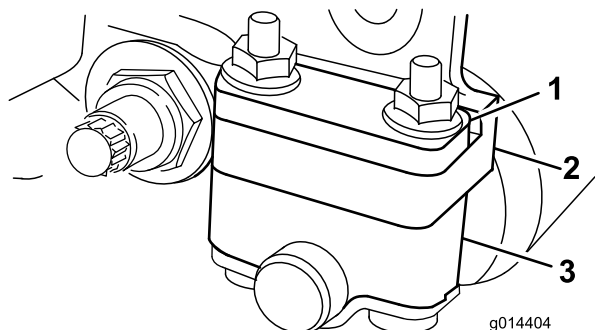
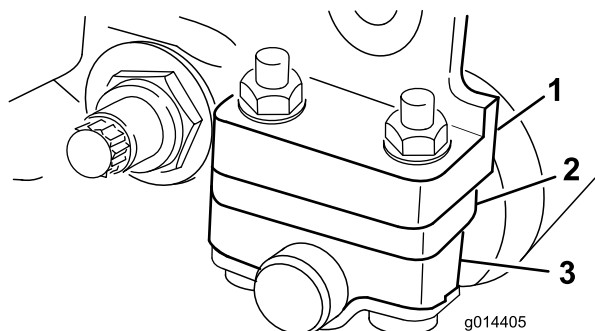

図 12
図 13
1. 使用する刈高範囲に合わせて後ローラブラケット図 12または図 13の取り付け位置を上位置または下位置に変更する。
刈高 1.6 - 6.4 mm の場合 スペーサをサイドプレート取り付けフランジの上にセット出荷時の設定する(図 12)。
刈高範囲が 3 - 25.4 mm の場合 スペーサを取り付けフランジの下にセットする (図 13)。